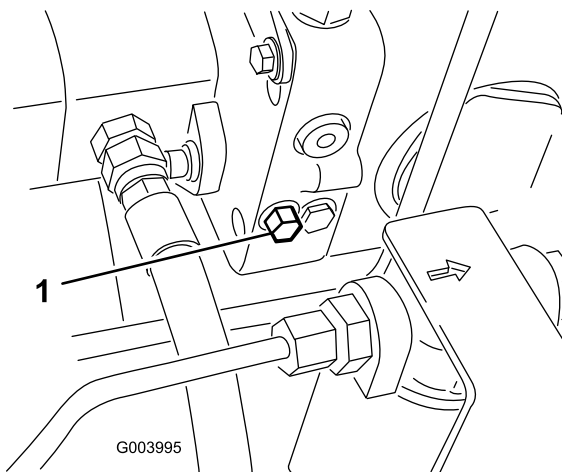

Рисунок 55
1. Чтобы открыть перепускной клапан и обеспечить внутренний перепуск масла, поверните болт клапана на 1,5 оборота (Рисунок 55).